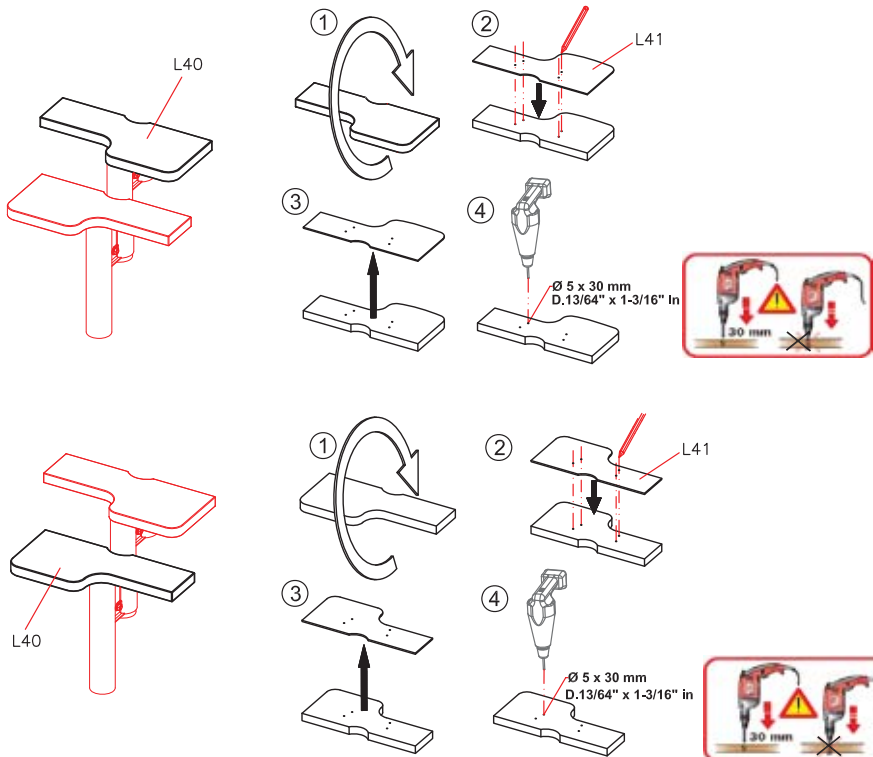

FIG. 5
- a. Realizar un trazo con un lápiz, en el punto de unión de dos soportes, dos líneas verticales con una distancia de 9 mm ($\frac{23}{64}$ ") (para girar 13° , configuración B o C) (fig. 5) o 13 mm ($\frac{33}{64}$ ") (para girar 18° , configuración D) (fig. 6).